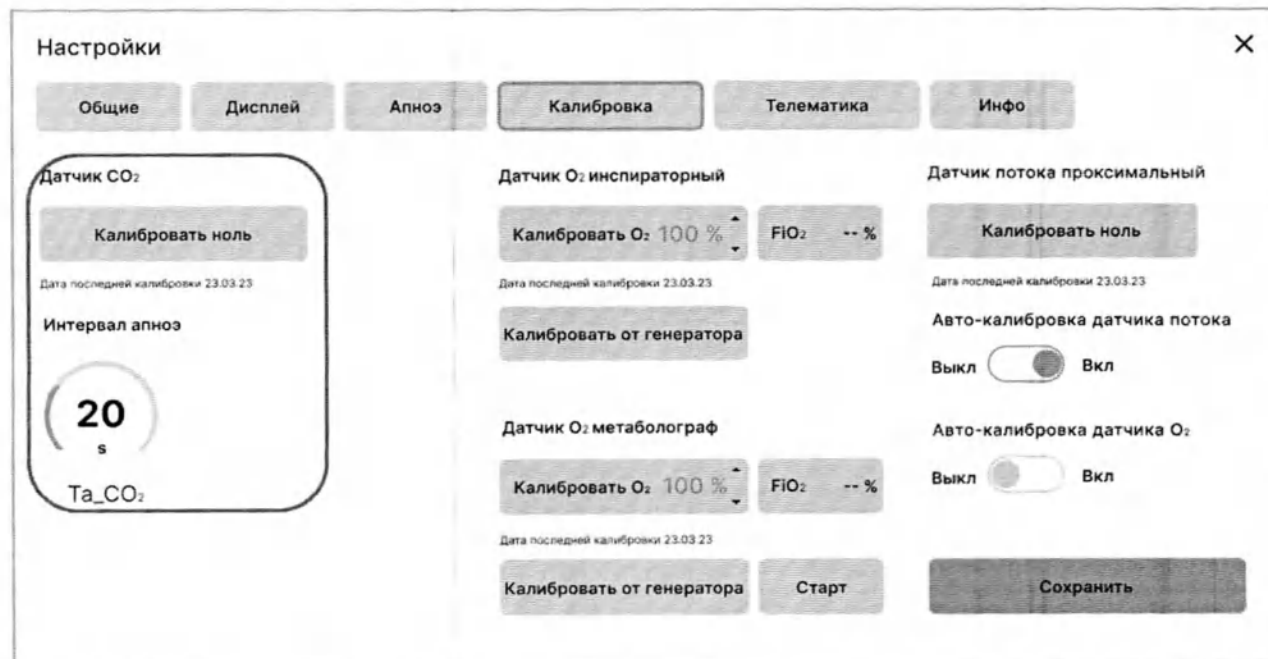

Рисунок 4.8 - Калибровка нуля капнографа прямого потока
- 4 По окончании прогрева датчика капнографического (светодиод на датчике загорится зеленым цветом) нажмите кнопку **Калибровать ноль** (см. рисунок 4.8), которая станет активной.